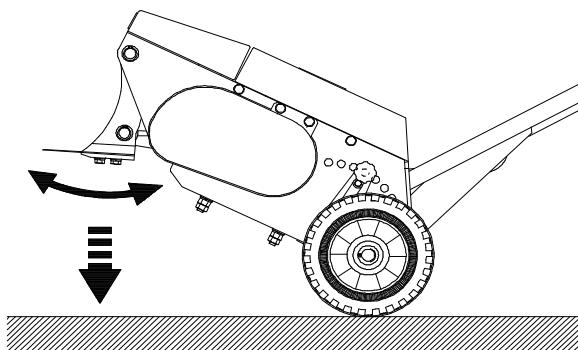

図 8
- [ 2 ] 刃先を床から浮かせた状態（図 8 参照）でスイッチを O N にします。